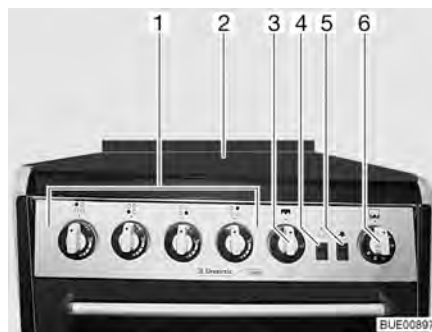

Bild 151 Gasspis med ugn och grill
- Öppna gasspisens lock (Bild 151,2).
- Vrid vridregulatorn (Bild 151,1) till önskad låga till tändningsläge (stor låga) och tryck ned den.
- Tryck på tändknappen (Bild 151,5) tills lågan tänds.
- ▷ Med reglaget (Bild 151,4) tänds och släcks belysningen i ugnen.
- Tryck lätt på vridregulatorn (Bild 151,3) och vrid till tändningsläge (stor låga).
- Tryck lätt på vridregulatorn (Bild 151,6) och vrid den till ett tändningsläge mellan 1 och 6.